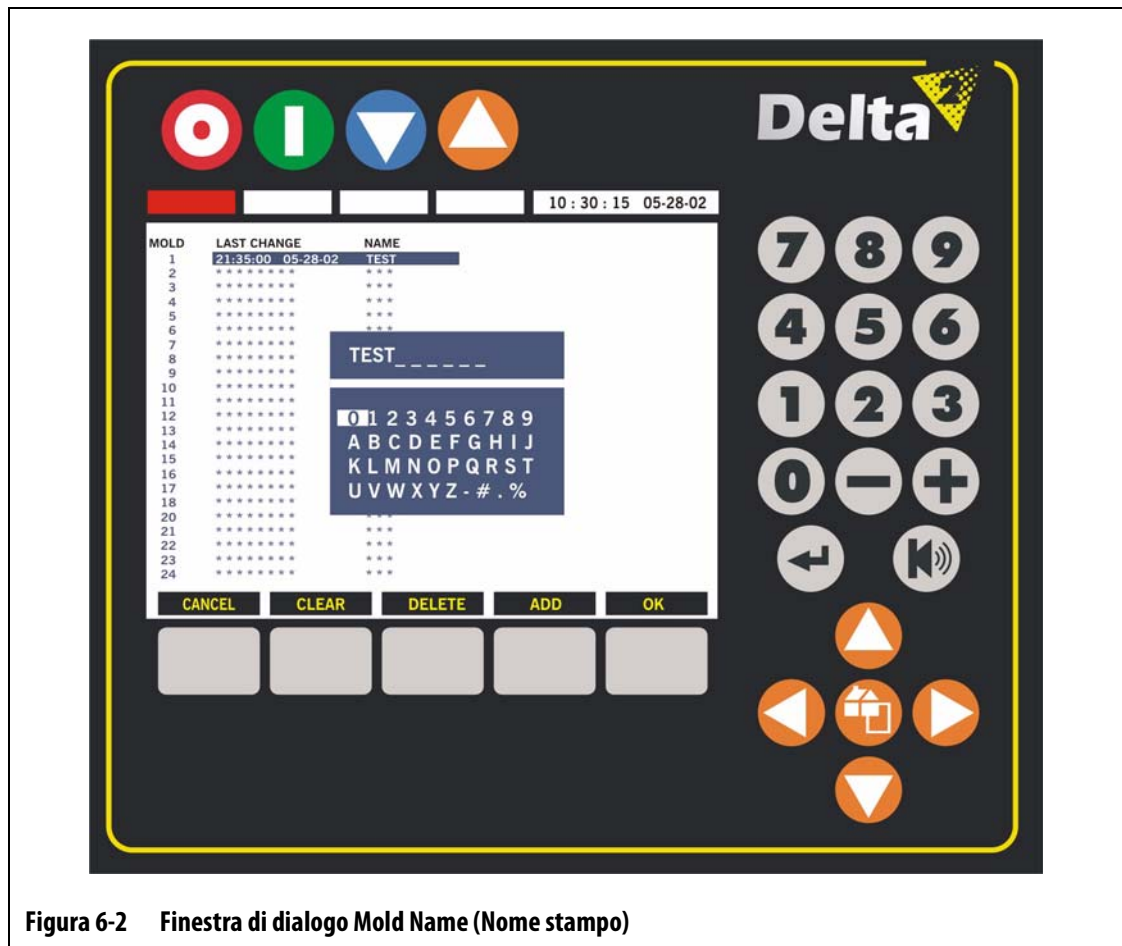

Figura 6-2 Finestra di dialogo Mold Name (Nome stampo)
2. Premere NAME (NOME); viene visualizzata la finestra di dialogo Mold Name (Nome stampo). Fare riferimento alla Figura 6-2.